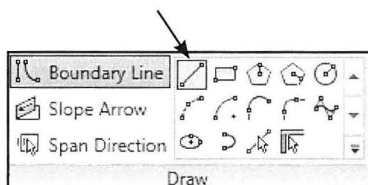

Fig. 08.43. Vælg Line.
- Vælg nu et redskab til at tegne med, fx. *Line* (Fig. 08.43).